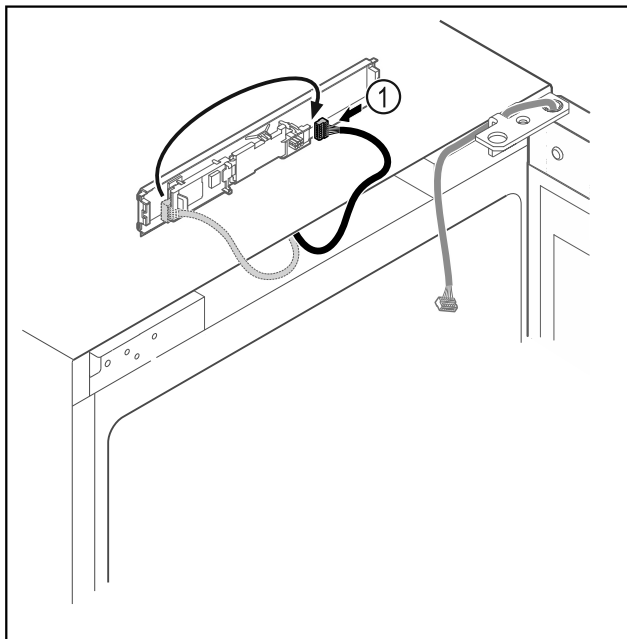

Fig. 13
- Brancher le connecteur Fig. 13 (1) de l'autre côté.